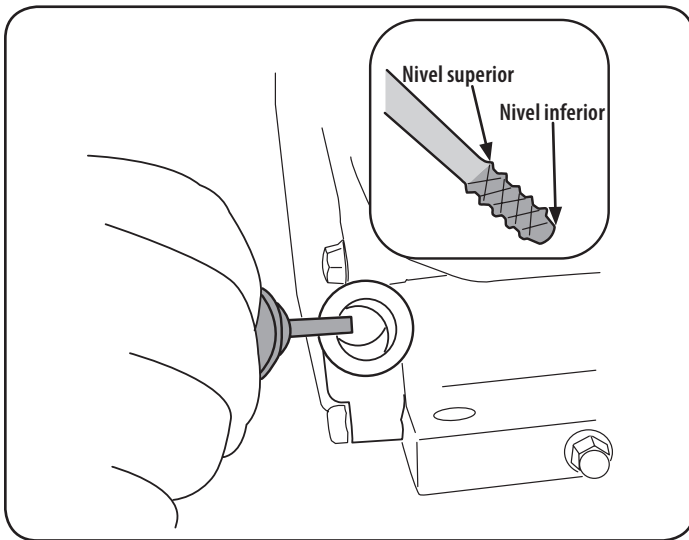
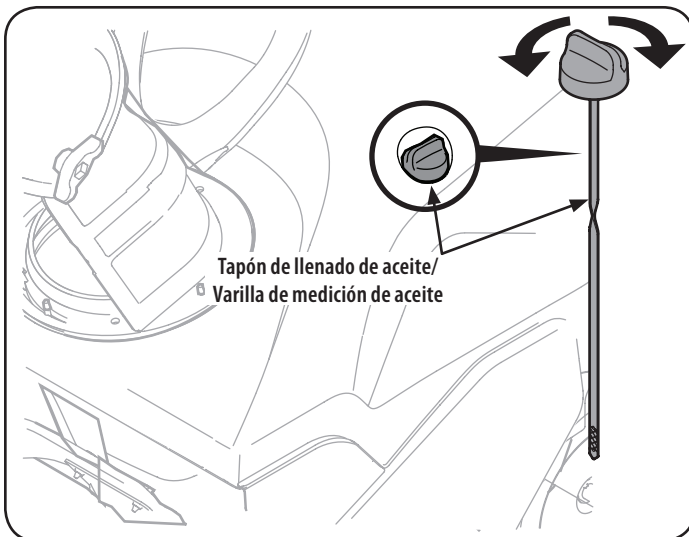

Figura 7
Figura 8
2. Retire el tapón de llenado/varilla de medición de aceite y limpie bien la varilla. Vea la Figura 7 para el modelo 247.116830. Vea la Figura 8 para el modelo 247.887802.
4. Saque el tapón/la varilla de medición de aceite. Si el nivel es bajo, agregue lentamente aceite hasta que el nivel registrado esté en un punto intermedio entre alto (H) y bajo (L), Figura 7 para el modelo 247.116830.